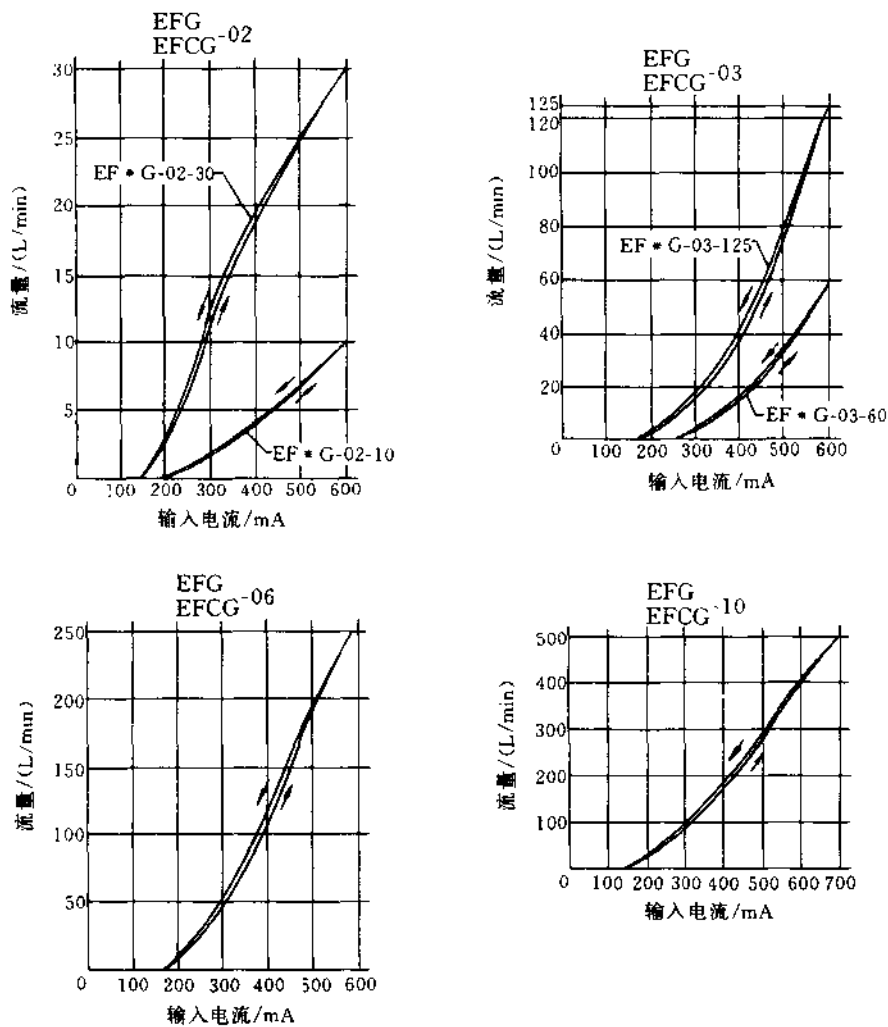

图 21.6-16 40Ω 系列比例调速阀电流—流量特性
• 40Ω 系列比例调速阀电流—流量特性(见图 21.6-16)